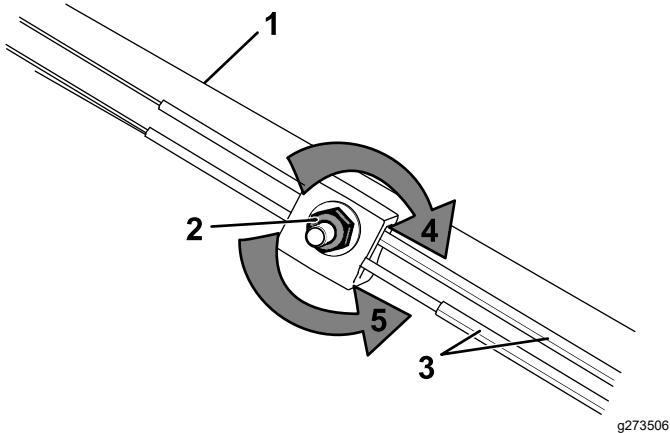

Рисунок 31
- Поверните регулировочную гайку против часовой стрелки, чтобы ослабить натяжение троса (Рисунок 31).
- Отрегулируйте натяжение тросов (Рисунок 31), потянув их назад или вперед, затем удерживайте в этом положении.